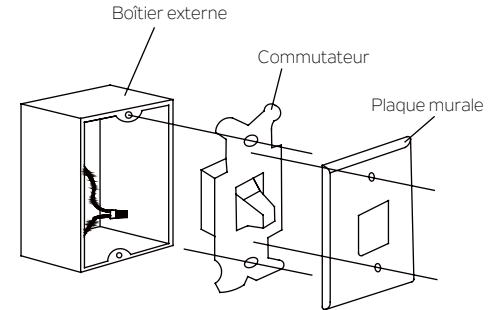

Fig. 25
Étape 1. Retirer la plaque murale existante et l'ancien interrupteur du boîtier de la prise murale. Raccorder les fils NOIR (chauds) ensemble et les repousser à l'intérieur du boîtier externe. (Fig. 25) ou sélectionner l'emplacement souhaité à l'aide d'un nouveau boîtier de prise murale.